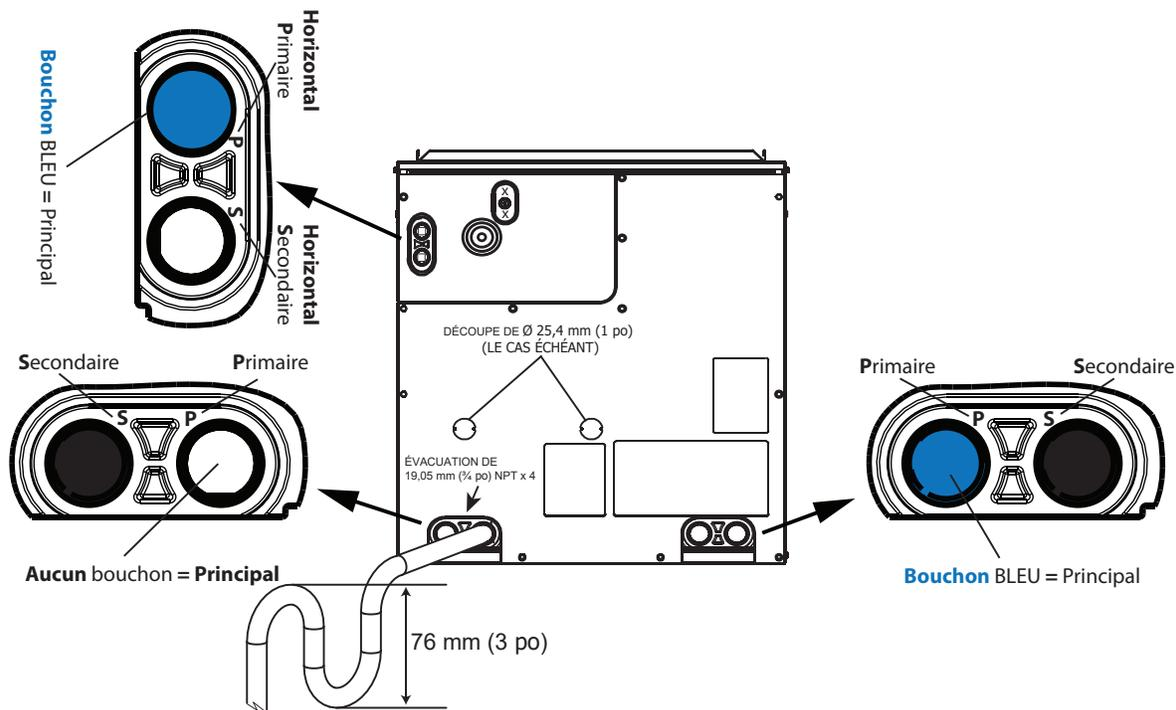

Figure 15 – Siphon de condensats et tuyau d'évacuation (illustré en configuration verticale)
Pour les installations à tirage horizontal avec appareil de chauffage à configuration multiple 4 voies, brisez les brides de conduites perforées sur l'appareil de chauffage. Consultez les instructions d'installation de l'appareil de chauffage. Pour les raccordements de condensats, utilisez les conduites d'évacuation adéquates conformément à la Figure 15.
IMPORTANT: Selon la date de fabrication, les tuyaux d'évacuation primaire et secondaire de l'appareil peuvent être inversés par rapport à ce à quoi vous êtes habitué. Veuillez vérifier attentivement avant de raccorder le tuyau d'évacuation. Consultez la Figure 15.
- Fabriquez un siphon d'au moins 76 mm (3 po) de profondeur, pas plus élevé que le bas de l'ouverture d'évacuation des condensats de l'appareil (Figure 15).